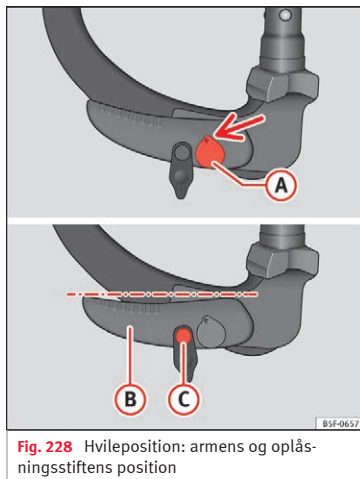

Fig. 228 Hvileposition: armens og oplåsningsstiftens position
- Nøglen ① »» Fig. 228 skal befinde sig i oplåst position (den del af nøglen, hvori der er et hul, vender opad).
- Armen ② »» Fig. 228 skal befinde sig i den nederste position.
- Oplåsningsstiften ③ skal kunne bevæges »» Fig. 228.